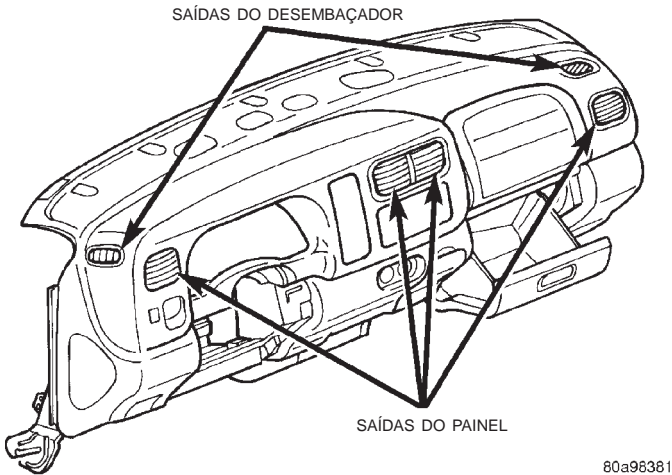

Fig. 64 Cilindros de Saída do Painel
(1) Usando uma espátula ou uma outra ferramenta apropriada de lâminas largas e chatas, faça alavanca cuidadosamente nas laterais dos cilindros de saída do painel para liberar os pivôs de encaixe por pressão dos pinos pivôs do alojamento da saída da cobertura superior do painel de instrumentos ou do engaste do conjunto de instrumentos (Fig. 64).
(2) Para instalar o cilindro de saída do painel, posicione o cilindro no alojamento da saída do painel